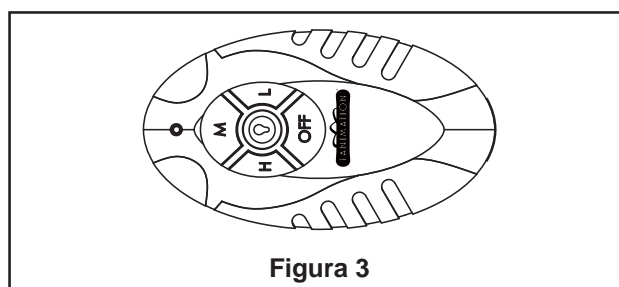

Figura 3
3. LUZ: ENCENDIDO/APAGADO-Pulse y suelte inmediatamente a encender o apagar la luz. (Figura 3)